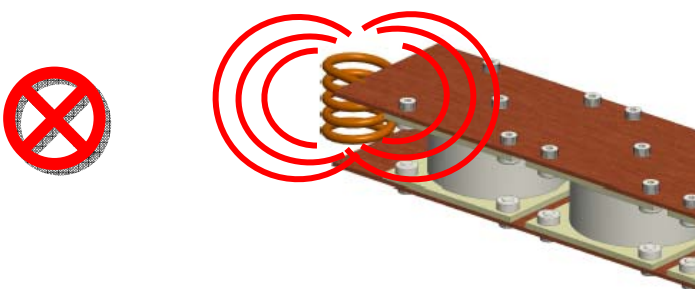

図 2: ワークコイルに対してコンデンサが剥き出しのバスバー設計
- ・ 上記推奨冷却方法を実施後も、ワークコイルや銅板を流れる大電流によって発生する漏れ磁束の影響により、コンデンサ自身が誘導加熱によって発熱する場合があります(図 2)。